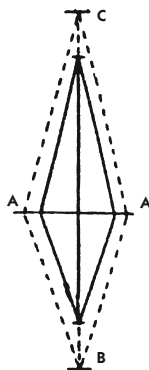

Рис. 742
• Выполните новую ластовицу по новым размерам надреза. Рассмотрите рис. 742 и вы увидите большую разницу в размерах между базовой ластовицей (пунктирные линии) и новой (сплошные линии).